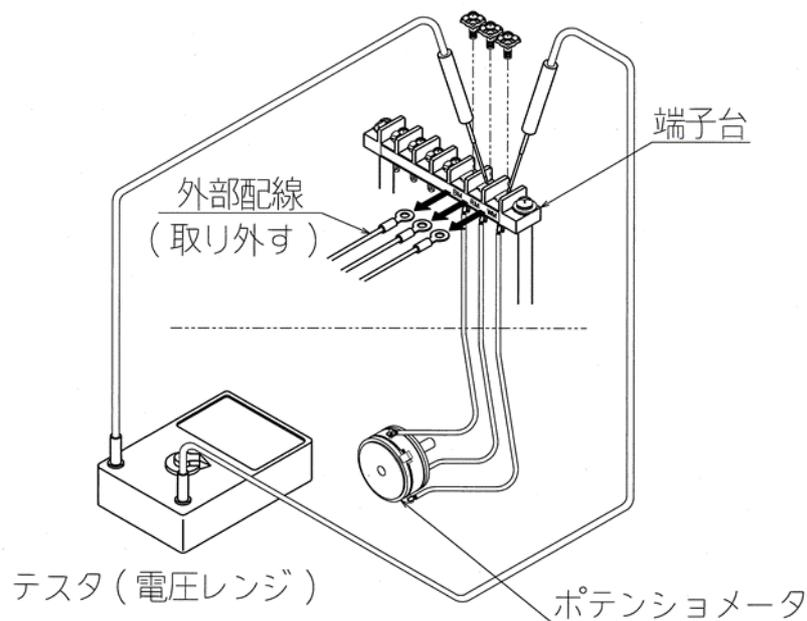

図7 : ポテンシオメータの点検
(1) ポテンシオメータの点検方法 (図7参照)
- ①コントロールモータを電動動作で全閉位置とし電源を遮断します。
- ②端子箱カバー (スイッチカバー) を外し、端子BM, RM, WMに接続されている外部配線を解線します。
- ③ポテンシオメータのWM端子に (-)、BM端子に (+) とし、DC 5 Vを印加してください。